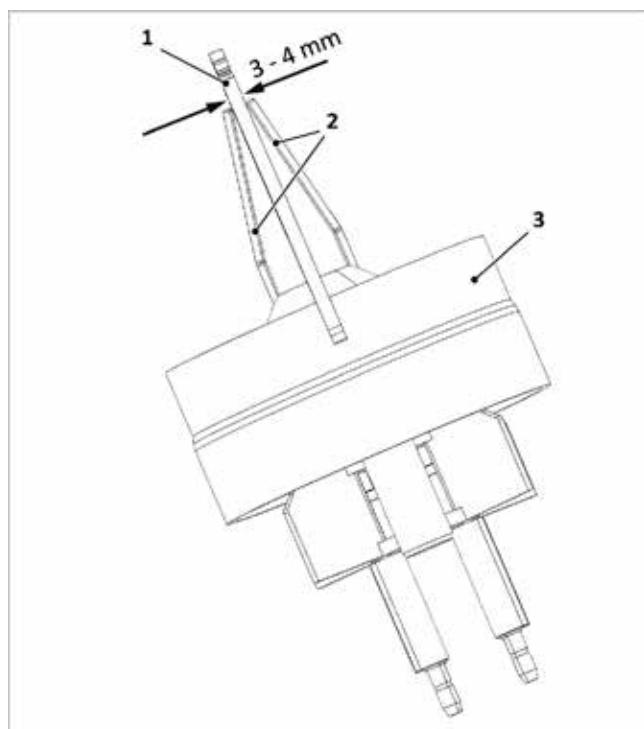

Fig. 124: Comprobar la distancia de los electrodos de encendido
- Controle la distancia de los electrodos tal y como se muestra en la → fig. 124 y, en caso necesario, corrijala doblándolos.